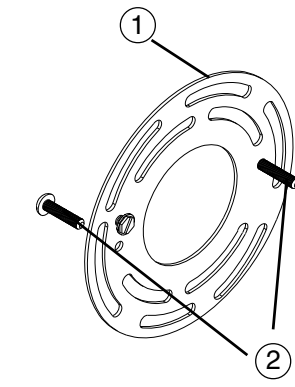

Figure 2
2. Prepare Mounting Plate (1) for mounting by installing 1-1/2" Screws (2) into Mounting Plate (1) as shown in Fig. 2.
1. Saque los componentes del luminario y paquete(s) de piezas. Compruebe que todas las piezas estén incluidas. **Vea Fig. 2.**
2. Prepare la Placa de Montaje (1) para montaje instalando Tornillos 1-1/2" (2) en la Placa de Montaje como mostrado en Fig. 2.